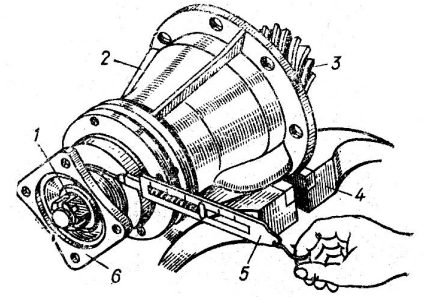

Рисунок 48
634. В яких межах повинен бути момент, необхідний для провертання ведучого вала шестерні 3 (рис. 48), якщо повністю затягнута гайка 1 і підшипники змащені оливою?
635. Яку величину зусилля необхідно прикласти до динамометра (рис. 48), щоб перевірити момент, необхідний для провертання ведучого вала шестерні 3 (рис. 48), якщо повністю затягнута гайка 1 і підшипники змащені оливою?
- момент провертання вала ведучої шестерні 3 (рис. 48) при повністю затягнутій гайці 1 і змащених оливою підшипниках знаходиться в межах 0,01-0,035 Н·м;
- момент провертання вала ведучої шестерні 3 (рис. 48) при повністю затягнутій гайці 1 і змащених оливою підшипниках знаходиться в межах 0,1-0,35 Н·м при зусиллі до динамометра 17-58 Н;
- момент провертання вала ведучої шестерні 3 (рис. 48) при повністю затягнутій гайці 1 і змащених оливою підшипниках знаходиться в межах 1,0-3,5 Н·м при зусиллі до динамометра 17-58 Н